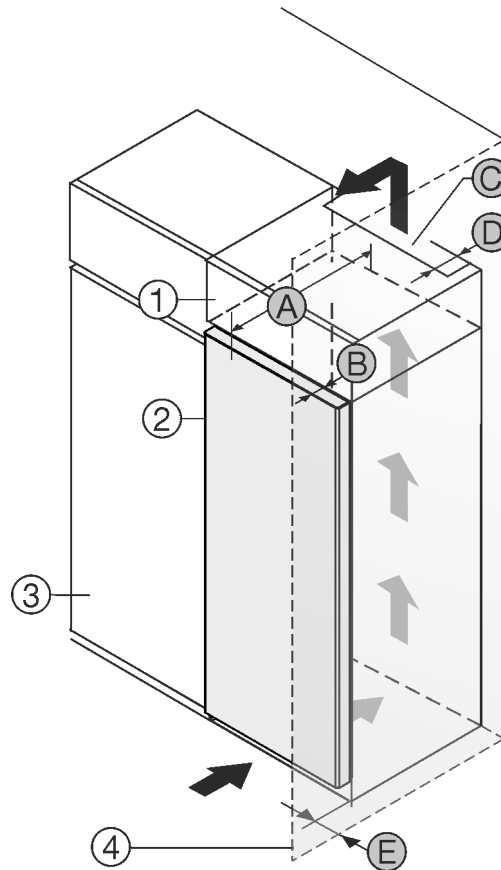

Fig. 1
- (1) Nástavná skříňka \*
- (2) Příklad \*
- (3) Kuchyňská skříň \*
- (4) Stěna \*
- (5) Hloubka dvířek \*
- (6) Ventilační průřez \*
- (7) Vzdálenost zadní strany přístroje \*
- (8) Vzdálenost k zadní straně přístroje \*
Můžete přístroj nainstalovat přímo vedle kuchyňské skříňky Fig. 1 (3).\*
Na zadní straně nástavné skříňky musí být větrací šachta hluboká Fig. 1 (6) přes celou šířku nástavné skříňky.\*
Pod stropem místnosti musí být dodržen ventilační průřez Fig. 1 (6).\*
Když přístroj instalujete závěsy vedle stěny Fig. 1 (4), musí být vzdálenost mezi přístrojem a stěnou minimálně 13 mm.\*
Když přístroj instalujete závěsy vedle stěny Fig. 1 (4), musí být vzdálenost mezi přístrojem a stěnou minimálně 20 mm.\*
Aby bylo možné dvířka plně otevřít, musí přístroj přesahovat o hloubku dvířek Fig. 1 (5) vůči přední linii kuchyňské skříňky. V závislosti na hloubce kuchyňských skříňek Fig. 1 (3) a použití vymezovačů odstup od stěny může přístroj vyčnívat dále.\*